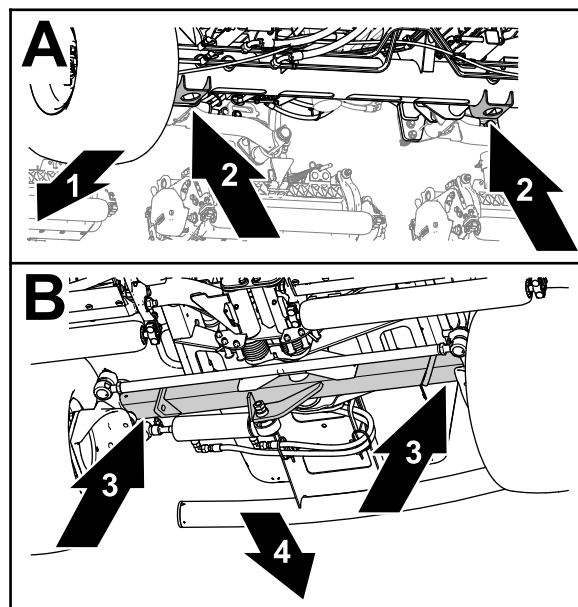

Figure 55
- Avant – supports de cric du tube d'essieu avant (Figure 55).